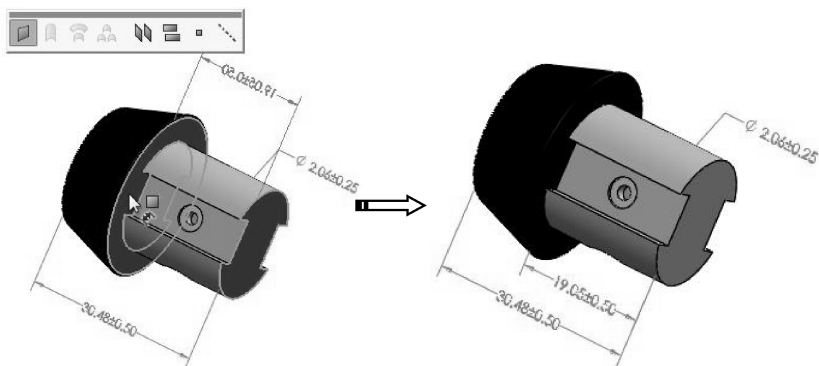

图 5-42 添加位置尺寸
- 07 同理, 再添加一个位置尺寸, 如图 5-42 所示。